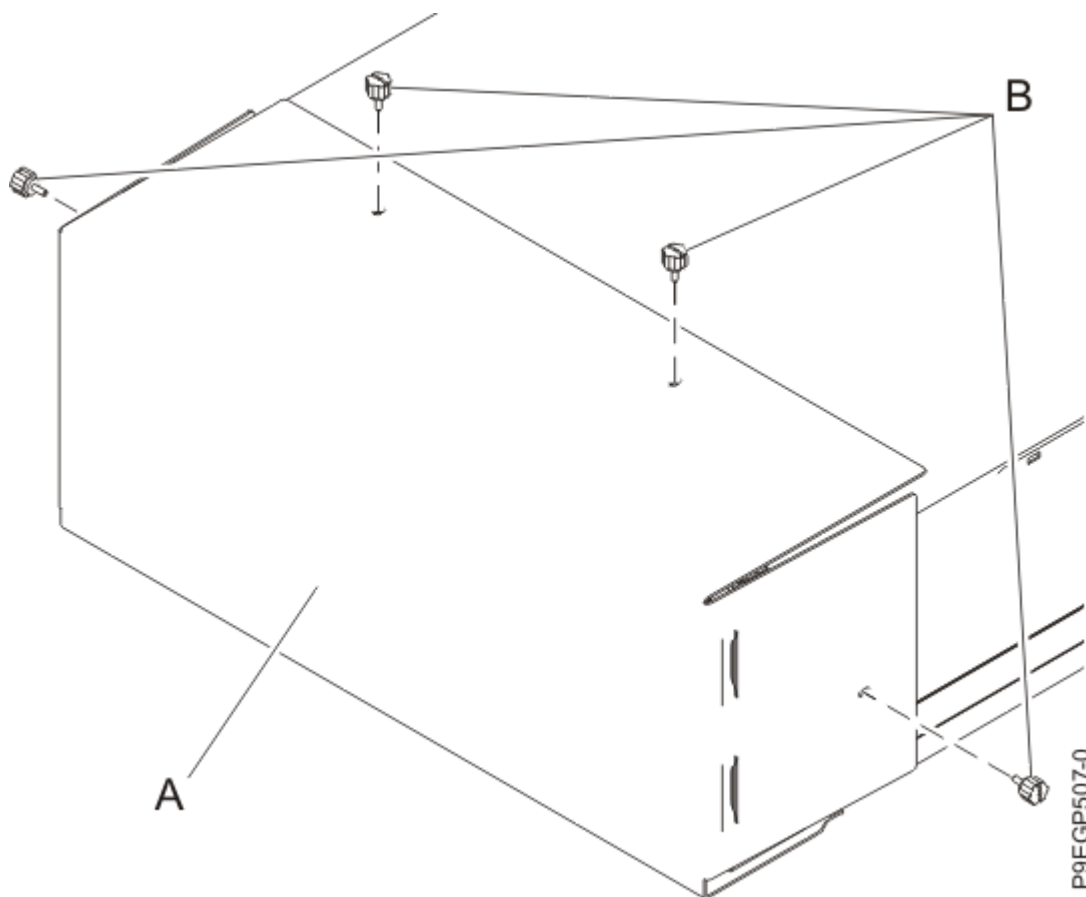

Figura 7. Removendo a Cobertura de Remessa
2. Remova os quatro parafusos de orelha **(B)** que são usados para prender a tampa de remessa **(A)** à parte traseira da gaveta, conforme mostrado em Figura 7 na página 11. Remova a cobertura de remessa.